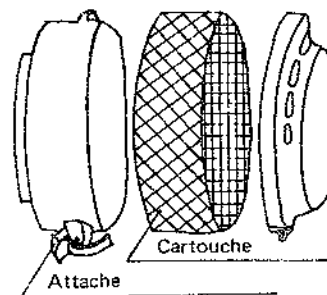

Fig. 12
(2) Nettoyage du filtre à air (fig. 12)